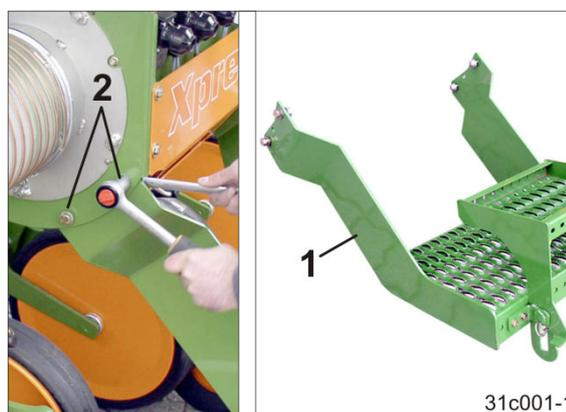

Fig. 8
2. Die Ladestege (Fig. 8/1) demontieren.
- 2.1 Jeder Ladesteg ist mit 4 Schrauben (Fig. 8/2) befestigt.
6. Die Ladestege (Fig. 8) montieren.